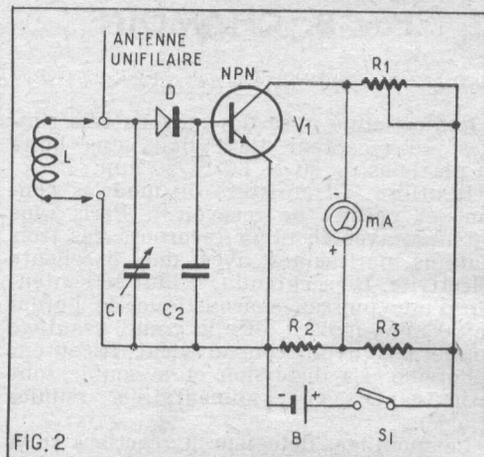

FIG. 2
Le schéma de cet indicateur complet est donné par la figure 2. On utilise les éléments suivants : L = bobine d'accord, $C_1 = 50$ pF variable miniature, $C_2 = 1.000$ pF, $R_1 =$ pot. bob. 50 k Ω , $R_2 = R_3 = 500$ Ω , B = batterie, 1,5 V, $S_1 =$ interrupteur unipolaire, MA = milliampèremètre 0 - 1 mA, $V_1 =$ transistor 2N35. Ce dernier est du type NPN, et on sait que cette catégorie de transistors se monte avec les retours d'émetteur au négatif et ceux de collecteur au positif de la batterie.
Le montage de la figure 2 permet de réaliser la partie détectrice (D) basse fréquence (V_1) commandant l'indicateur monté en pont. Rappelons que le réglage de zéro s'effectue avec R_1 .